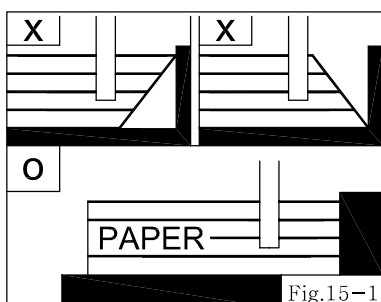

Fig.15-1
- 용지전체의 끝단을 기계의 안쪽면에 고루 밀착시켜 천공한다(Fig.15-1).